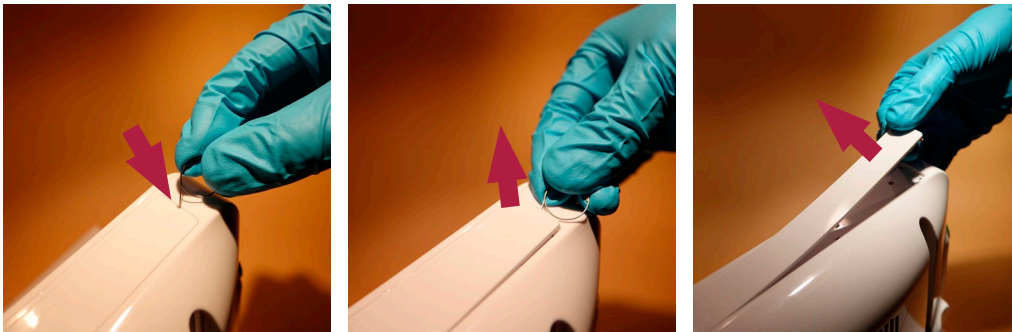

Figura 4 Extracción de las placas de identificación
- c) **Retire las placas de identificación con el logotipo de Ambu de la parte superior e inferior de la unidad de visualización (Figura 4)**